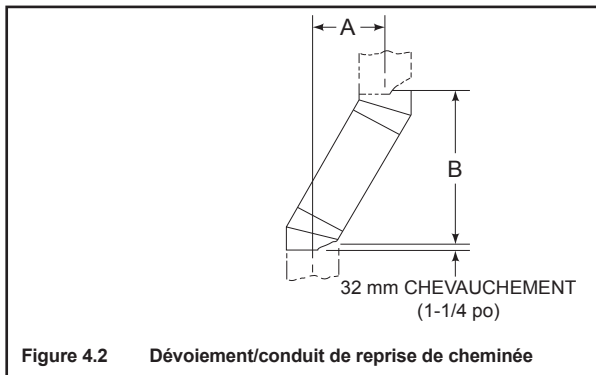

Figure 4.2 Dévoiement/conduit de reprise de cheminée
- Mesurez l'écart nécessaire pour éviter l'obstruction suspendue. Reportez-vous à la dimension A, à la figure 4.2.
Votre dimension « A » de la figure 4.2 est de 14-1/2 po (368 mm). En utilisant le tableau 4.3, la dimension la plus proche de, mais pas inférieure à, 14-1/2 po (368 mm) est 14 1/2 po. (368 mm) en utilisant un dévoiement/conduit de reprise de 30°.